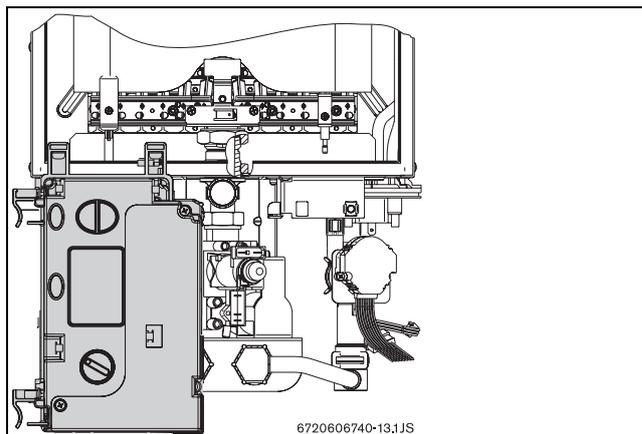

Fig. 15 Posizione d'aggancio del quadro comandi (accesso alle regolazioni gas)
- ▶ Dopo l'estrazione del quadro comandi, agganciarlo come da Fig. 15.